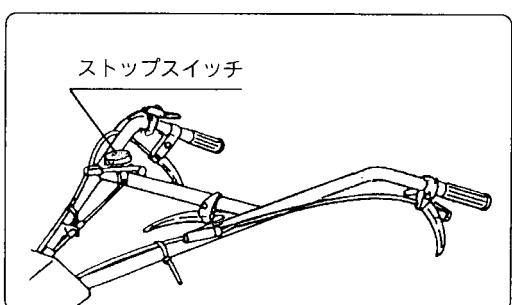

図6
(3) 停止のしかた
- ① 主クラッチレバーを「切」位置にして、停止します。(図6)
- ③ ストップスイッチを押して、エンジンを停止します。(図6)